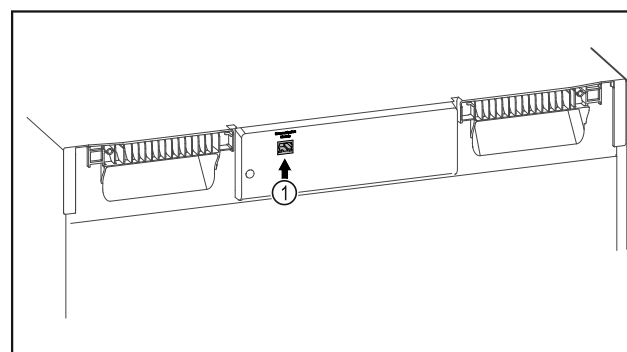

Fig. 80
- Założono SmartModule Fig. 80 (1).